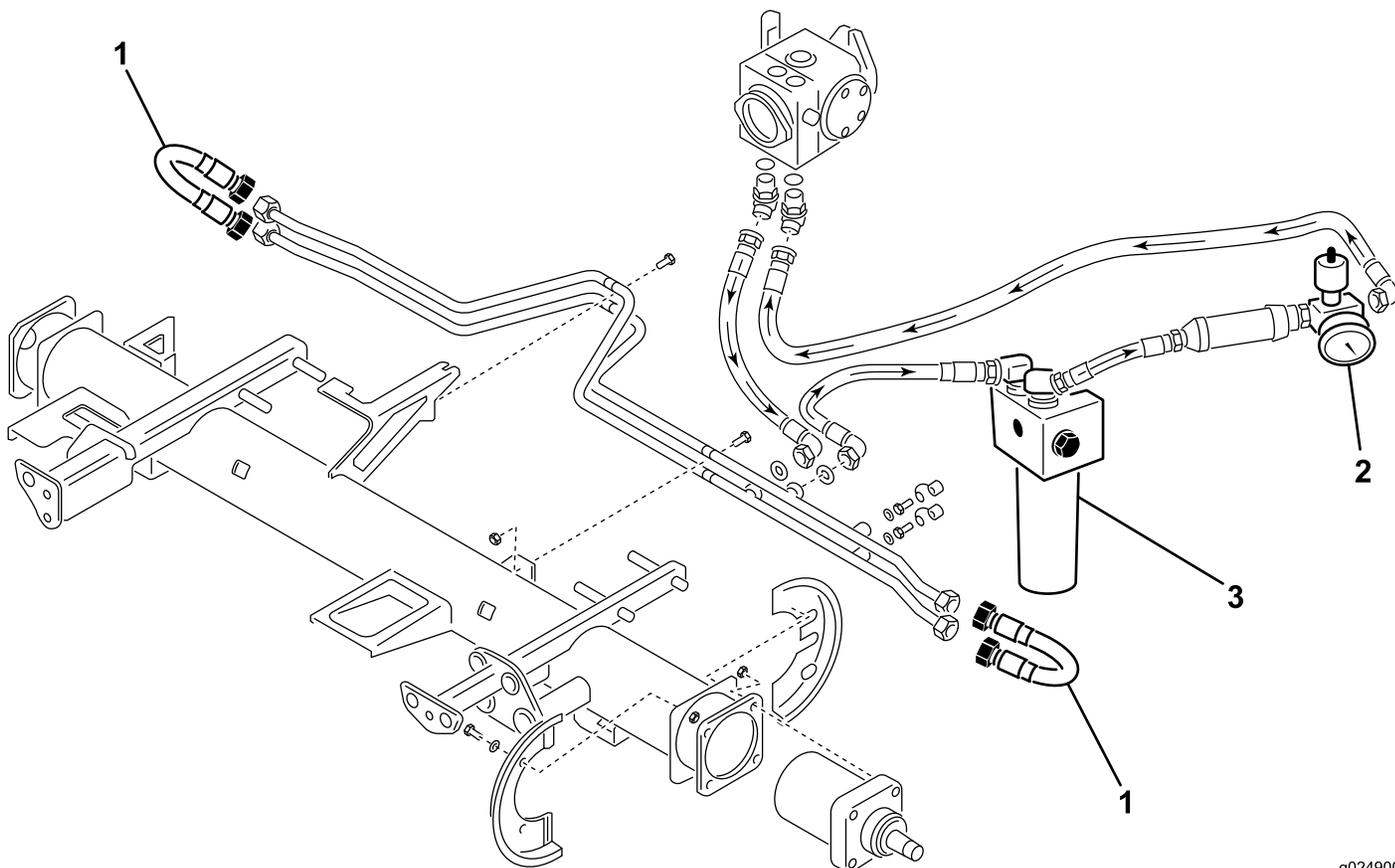

Рисунок 3
- 2. Отсоедините гидромоторы передних колес от тягового контура, подсоединив перепускной шланг к каждому колесному гидромотору и расположив их, как показано на Рисунок 3. Шланг перепускного контура должен выдерживать давление 25000 кПа (3625 фунтов на кв. дюйм).
- 3. После установки всех контуров установите фильтр высокого давления и расходомер, рассчитанный на измерение расхода 114 литров (30 галлонов США) в минуту, в линию возврата тягового контура, как показано на Рисунок 3 и Рисунок 4.